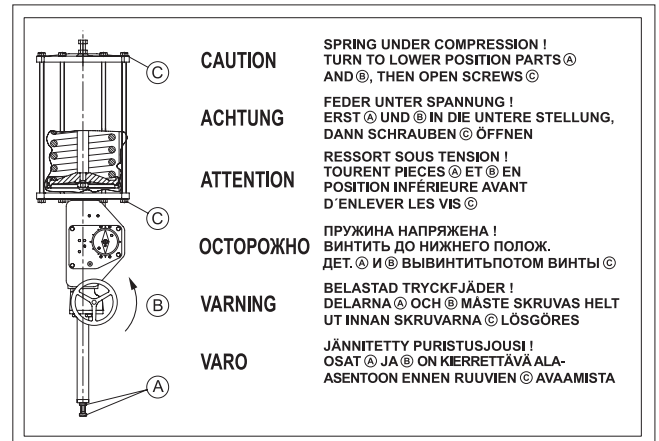

Abb. 28 B1JARR Stellantrieb - Warnschild
Der Zylinder ist mit einem Warnschild (43) versehen. Prüfen Sie bei der Wartung des Geräts, dass das Schild angebracht und lesbar ist, siehe Abb. 28. Prüfen Sie auch, ob der Zylinder den Pfeilaufkleber besitzt, der die Arbeitsrichtung der Feder anzeigt.